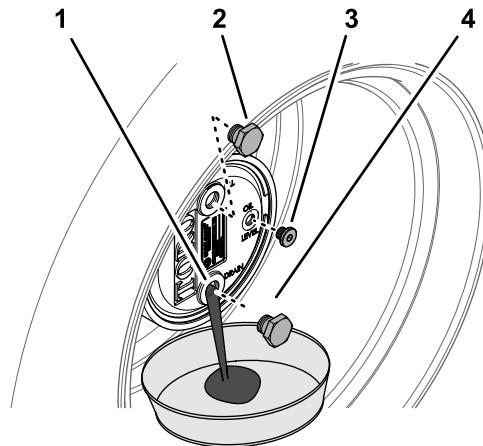

Figura 74
- Retire o tampão de enchimento da posição das 12 horas e o tampão de verificação da posição das 3 horas (Figura 74).
- Coloque o recipiente de escoamento por baixo do cubo da roda, retire o tampão de drenagem e deixe o óleo escorrer até drenar completamente (Figura 74).
- Instale o tampão de drenagem no orifício de drenagem da caixa da engrenagem planetária (Figura 74).